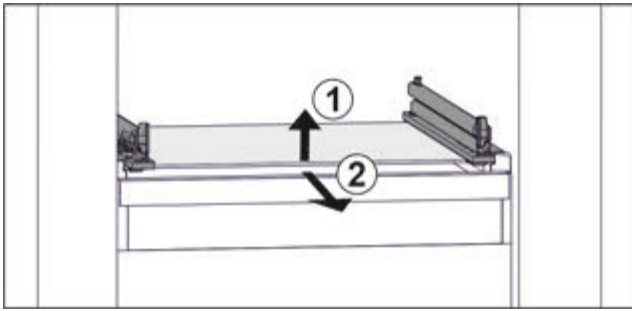

Fig. 94 Приблизне відображення скляної пластини
- ▶ Підняти скляну пластину спереду. Fig. 94 (1)
- ▶ Вийняти скляну пластину рухом вперед. Fig. 94 (2)